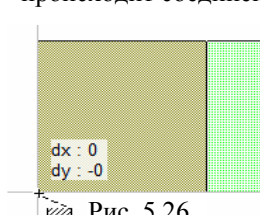
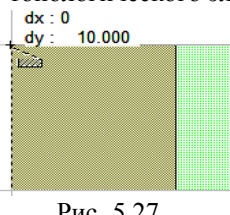

Рис. 5.26
Рис. 5.27
- Не отпуская клавишу **Ctrl**, нажмите левую кнопку мышки (соответствующее изображение показано на рис. 5.26) и, не отпуская её, двигайте курсор к верхнему левому углу проводника, пока другой квадрат не появится на этом углу (рис. 5.27). Отпустите кнопку мышки и клавишу **Ctrl**. Щёлкните мышкой на свободном